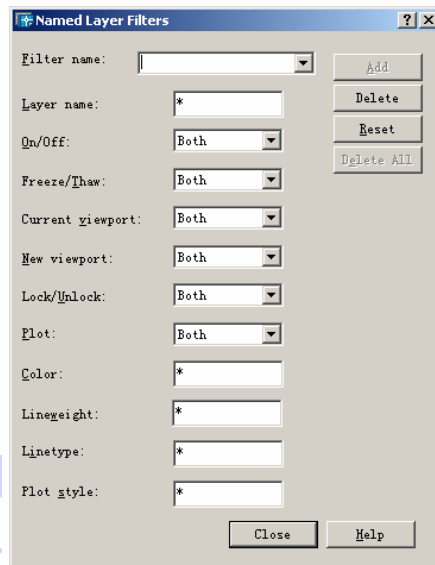

图 7-14 Named Layer Filters 对话框
3)  Button Named Layer Filters (命名图层过滤器) 对话框按钮。用户单击该按钮时,将弹出如图 7-14 所示的 Named Layer Filters 对话框。用户可以通过该对话框设置过滤的一些标准。与该对话框设置的条件匹配的图层将显示在 Layer Properties Manager 对话框中。